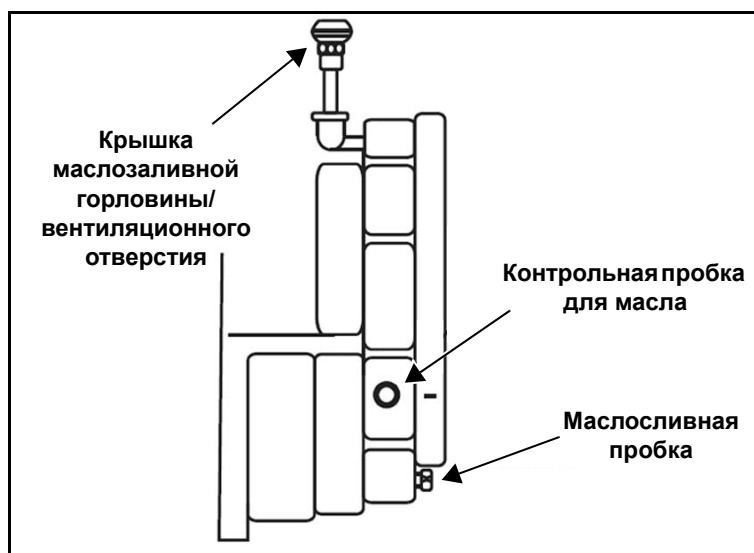

рис. 4-1. Пункты обслуживания масла редуктора
2. Снимите контрольную пробку для масла. См. рис. 4-1.